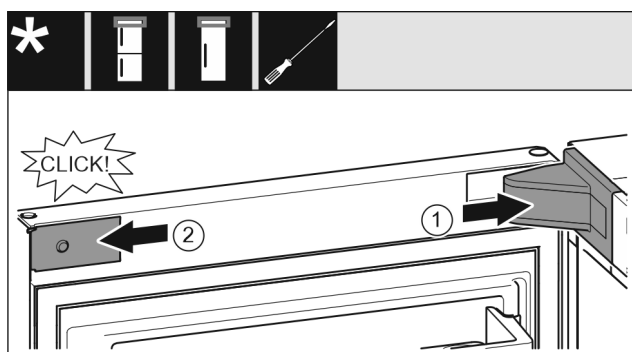

Fig. 34
- ▶ Stavite pokrov podloška ležaja i pustite ga da uskoči, po potrebi ga oprežno razdvojite. Fig. 34 (1)
- ▶ Postavite masku bočno i pustite da uskoči. Fig. 34 (2)